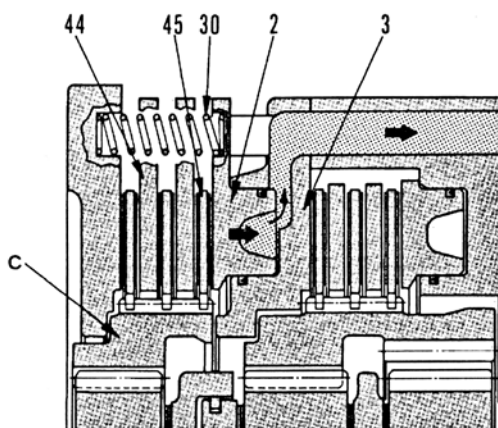

Рис. 5-18.
(3) Выключение муфты (давление масла не подано) (Рис. 5-18)